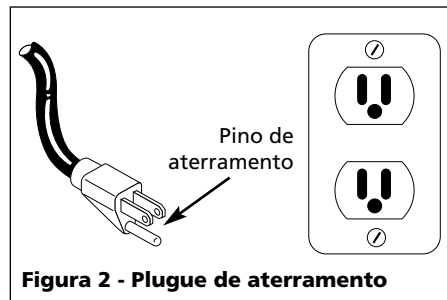

Figura 2 - Plugue de aterramento
3. Esse equipamento é para ser usado em um circuito nominal de 120 volts e ter um plugue de aterramento que parece com o plugue na Figura 2.